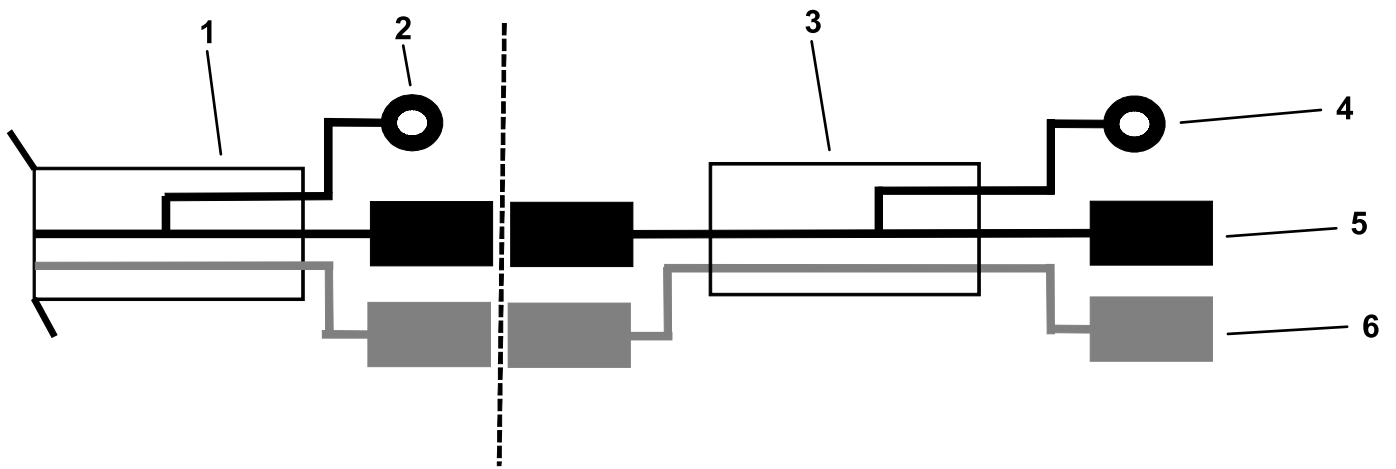

Figura 10
2. Instale el cable puente suministrado con el Kit de extensión de la cabina (Figura 10).
3. Instale el terminal circular negro en el bloque de terminales de tierra de la máquina (Figura 10).
4. Instale el cable de alimentación rojo en una ranura vacía del bloque de fusibles de la máquina (Figura 10).